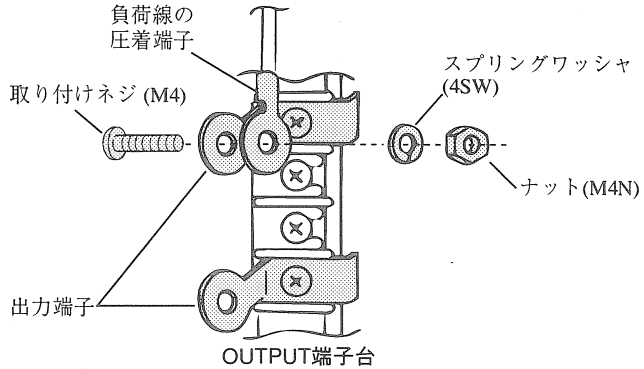

図 2-7 PAN16-18、PAN16-30、PAN35-20 の後面出力端子への接続
- ・ 左記のモデルの後面出力端子への接続は、図2-7を参照してください。
- ・ 負荷線の圧着端子を出力端子に固定するネジは、必ずM4を使用し、図2-7のように固定してください。